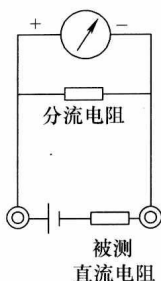

图 1-9 直流电流测量原理图
(1) 直流电流测量原理 万用表的直流电流挡实质上是一个多量程的直流电流表，如图 1-9 所示，在表头上并联一个适当的电阻（叫做分流电阻）进行分流，就可以扩展电流量程。改变分流电阻的阻值，就能改变电流测量范围。